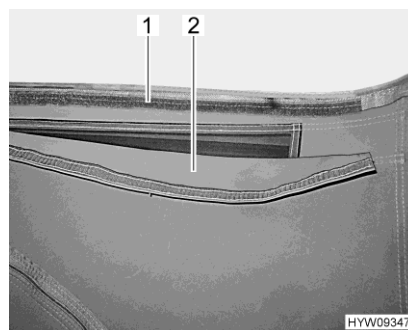

Fig. 60 Aération (ouverte)
- Tirer le pan d'étoffe (Fig. 60,2) vers le haut et presser la bandes velcro (Fig. 60,1).